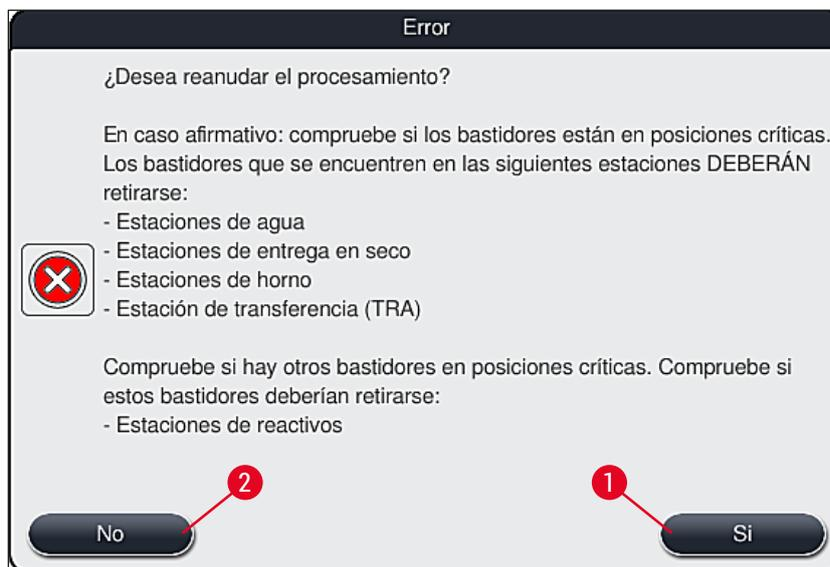

Fig. 110
4. A continuación, el usuario tiene la opción de seleccionar si desea reanudar o no el proceso de tinción (→ P. 139 – 8.2.2 Reanudación del proceso de tinción después de un fallo de alimentación) o cancelarlo (→ P. 140 – 8.2.3 Cancelación de todos los procesos de tinción después de un fallo de alimentación) (→ "Fig. 110").
2. Retire las cestas cruciales del instrumento de acuerdo con el mensaje informativo anterior (→ "Fig. 110") y confirme la extracción pulsando la estación correspondiente (→ "Fig. 111-1") en la pantalla.
La cancelación del proceso de tinción y el retorno al menú anterior de selección (→ "Fig. 110") se pueden deshacer pulsando el botón **Cancelar** (→ "Fig. 112-2").